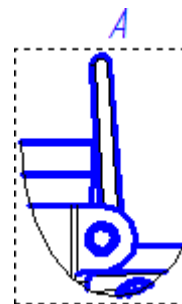

Рис. 125
- укажите на эллипс – будет создан местный вид (рис. 125).